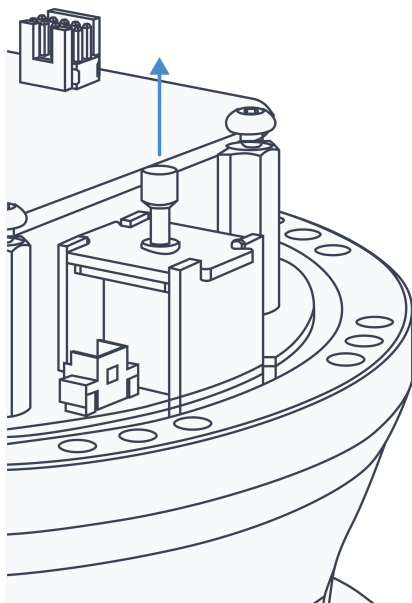

图 2.5: 拔出刹车插销以手动释放刹车
- 手动释放刹车：对于 A2、A4、A6 和 A7 轴，可以取下机器人外的塑料罩壳并拔出刹车插销，从而手动脱开刹车（请见图 2.5）。注意必须使用由用户事先自行配备的  $T10$  梅花内六角扳手取下塑料罩壳。考虑到机械臂的重力问题，如果没有外部支撑，脱开的关节可能会加速下坠。